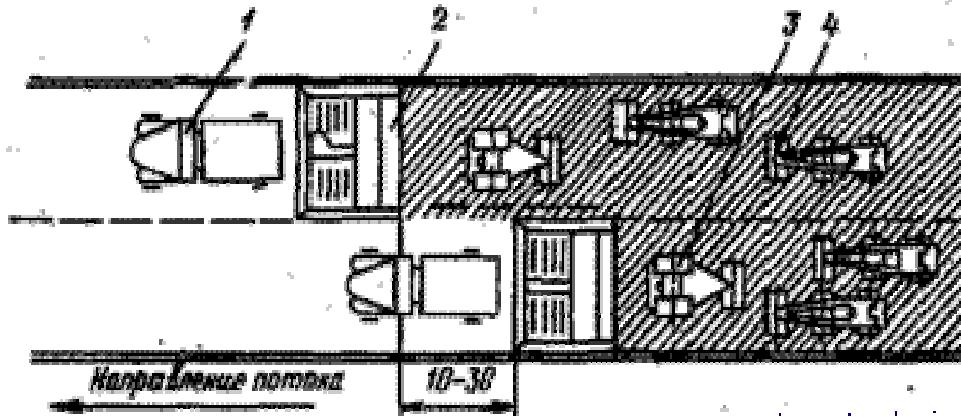

Рис. 26
33. На рис. 26 представлена технология работ